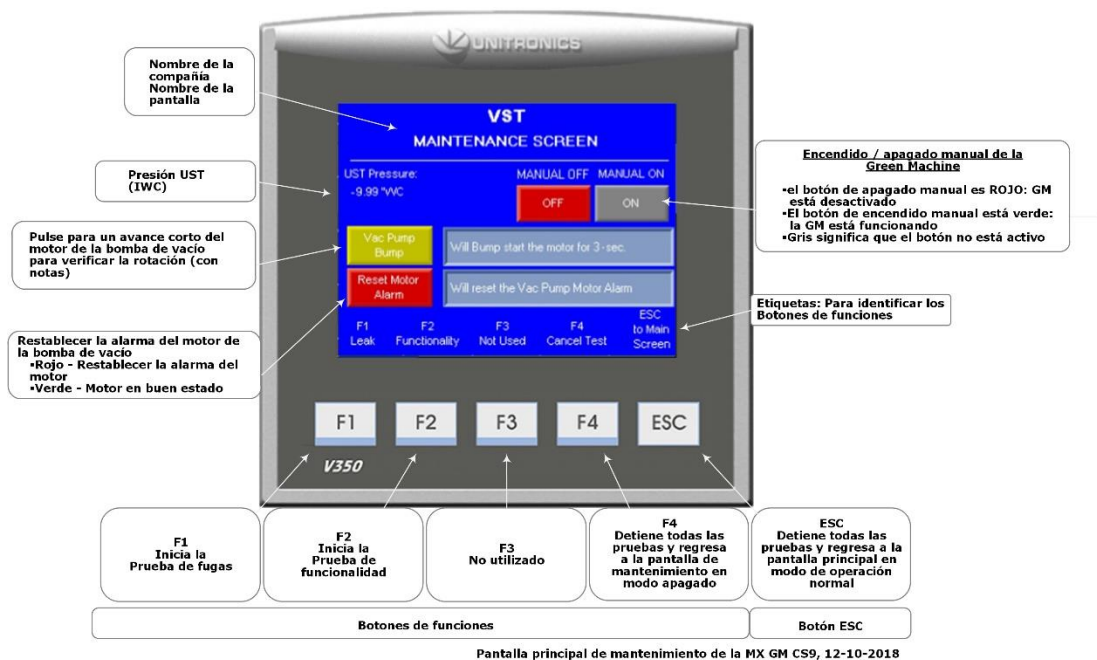

Figura 9-34: Pantalla de mantenimiento
3. Compruebe que el interruptor de mantenimiento esté encendido (ON).
4. En la pantalla principal, presione el botón de la pantalla de mantenimiento para acceder a la pantalla de contraseña. Luego, ingrese la contraseña para acceder a la pantalla de mantenimiento. La contraseña es 878. **Vea la figura 9-34.**